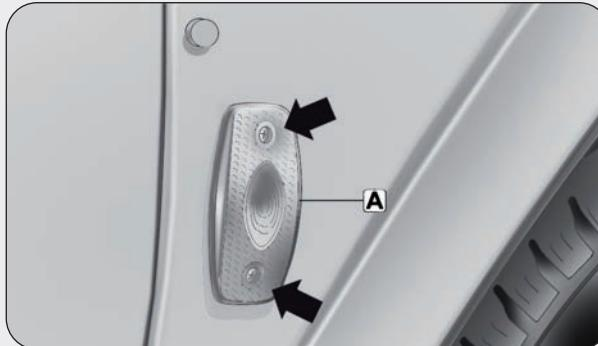

Abb. 4
- Die beiden Befestigungsschrauben des Leuchtenglasses **A** herausdrehen und das Leuchtenglas abnehmen (**Abb. 4**).